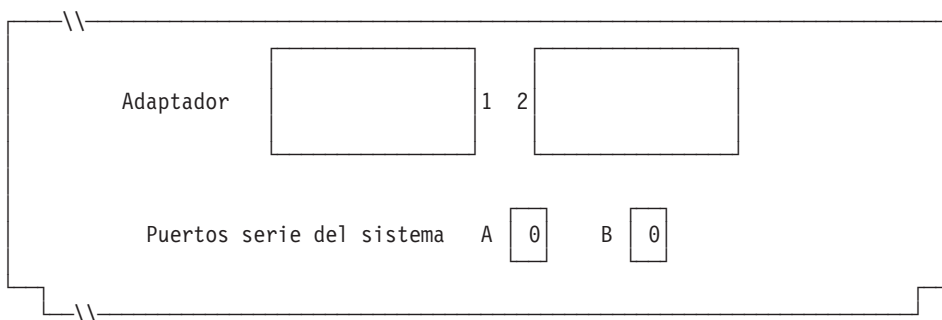

Figura 81. Lado derecho de la parte posterior del Terminal de Punto de Venta IBM 4693-4x1
6. Si las aplicaciones de terminal utilizan el puerto asíncrono, anote el número de puerto en la Figura 81. Especifique un 0 para los puertos no utilizados por el terminal. Los números de puerto válidos son 1, 2, 3, 4.